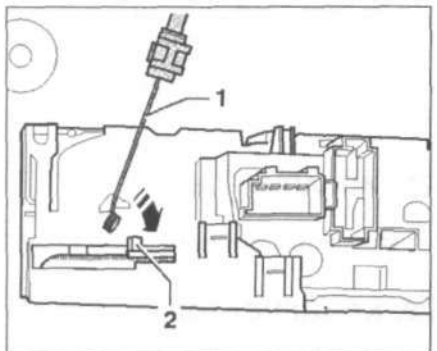

Рис. 12.56. Согните конец троса 1 и запрессуйте его в приводной рычаг 2 (стрелка).
10. Согните конец троса 1 и запрессуйте его в приводной рычаг 2 (стрелка) (рис. 12.56).